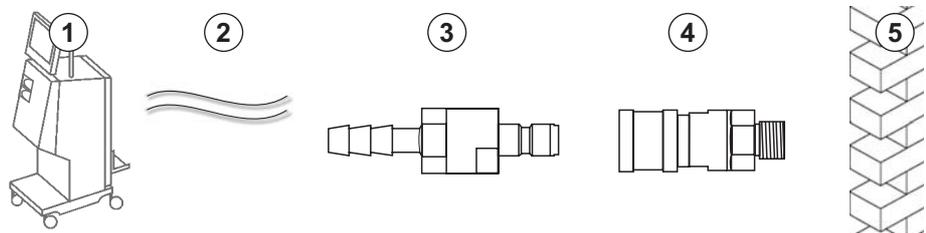

Fig. 4-6 Conectores Aquaboss de salida del dializado
- 1 boquilla de cierre macho (Fig. 4-6, ③), material 1.4571 EPDM
- 1 conector hembra para tubos (④), diámetro interior del tubo flexible 9 mm, material 1.4571 EPDM
1. Conectar el tubo ② al equipo y fijar con una brida para manguera o una abrazadera de oreja simple.
2. Conectar la boquilla de cierre ③ al tubo y fijarla con una brida para manguera o una abrazadera de oreja simple.
3. Conectar la boquilla de cierre macho ③ al conector hembra para tubos ④ fijado en la pared.